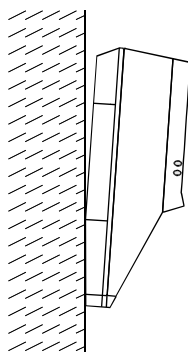

Рисунок 3.2
6.4.3 Настенный монтаж, наклон 3° вниз по вертикали (Рис. 3.2)